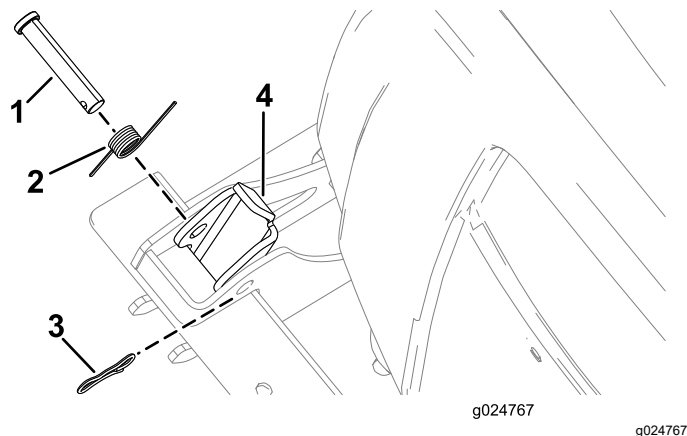

Figura 20
1. Retire o gancho do passador de forquilha (Figura 20).
2. Retire o passador de forquilha e mola do trinco (Figura 20).